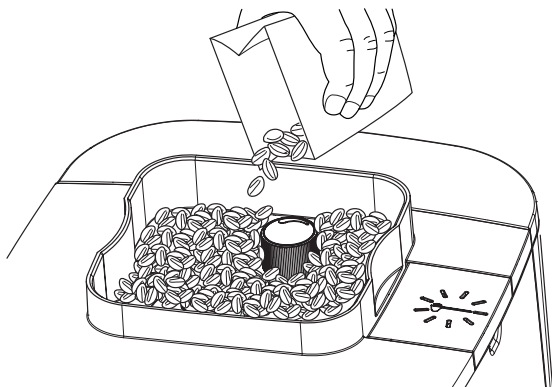

Abb. 4: Bohnen einfüllen
- Füllen Sie den Bohnenbehälter mit Kaffeebohnen (Abb. 4) und achten Sie darauf, dass sich stets genügend Bohnen darin befinden.